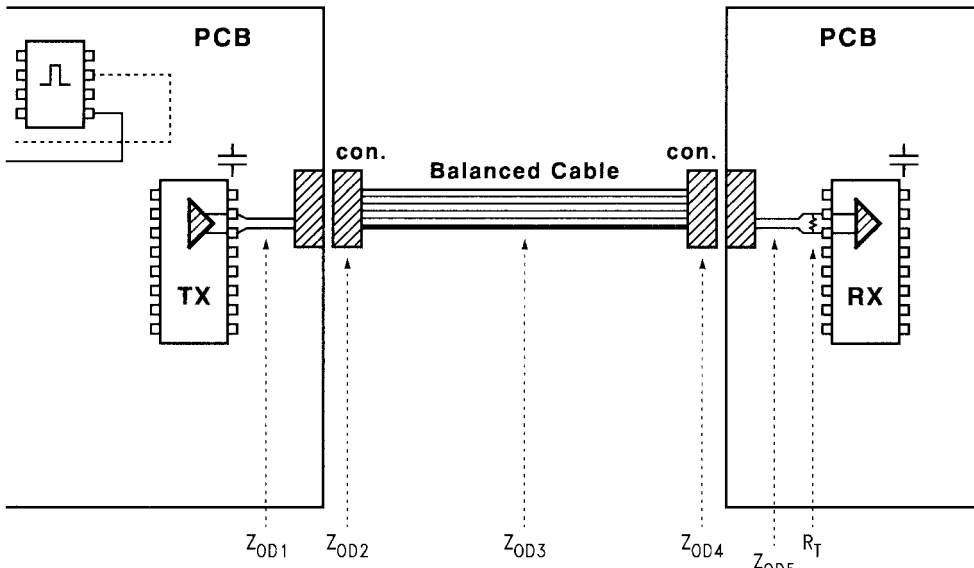

FIGURE 2. TX and RX Location
トランスミッタ (TX) は、可能な限りインタフェース・コネクタの近くに配置して下さい (Figure 2 を参照)。これにより、プリント基板上の LVDS 配線長を短くでき、結果としてスキューも小さくできます (差動信号配線については、「トランスミッタ (TX) - コネクタ間インタフェース」の項を参照して下さい)。スキューは一般的に配線長に比例するため、接続距離が短いと発生するスキュー量も小さくなります。
相互接続では、通常、外層を使用するマイクロストリップ線路を使用します。マイクロストリップ線路によって、容易に高いインピーダンスを得ることができます。また、スルーホールを使用しないで配線することができ、信号にとっては良い条件となります。しかし、シールドの面では、グラウンド/電源層間に挟まれたストリップ線路の方が優れています。ケーブルの差動モードの特性インピーダンスに合うのであれば、マイクロストリップ線路、ストリップ線路のどちらを使用しても構いません。Figure 2 では、トランスミッタ(TX)の基板インピーダンスを  $Z_{OD1}$  として表し、ケーブル相互接続のインピーダンスを  $Z_{OD3}$  として表しています。反射を最小にするために、すべてのインピーダンスを設計値(通常100Ω)の10%以内に収めることを推奨します。わずか10%のインピーダンスの差でも、5%の反射を生む点に注意する必要があります。反射の振幅を低減することは、システム全体のEMI低減につながります。
**Note:** トランスミッタ(TX)出力とレシーバ(RX)入力間の相互接続全体は、高速伝送線路となります。出力ドライバのエッジ・レートは300ps~700psの範囲です。トランスミッタ(TX)とコネクタ間のプリント基板配線、コネクタ、ケーブル媒体、コネクタからレシーバ(RX)までのプリント基板配線のすべてがシステムの構成要素です。それらの特性インピーダンスは、信号品質の維持と放射を抑制する目的から、10%以内で整合させる必要があります。アプリケーション(コネクタ・サイズ)に依存しますが、4から6箇所のインピーダンスを考慮しなければなりません。Figure 2では、ZOD1、ZOD2、ZOD3、ZOD4、ZOD5、RTが該当します。また、基板や層の変化を最小にすることが、相互接続全体をできるだけ良好にすることにつながります。
レシーバ(RX)は、Figure 2に示すように、可能な限りインタフェース・コネクタの近くに配置して下さい。これにより、プリント基板上のLVDS配線長を短くできます(差動配線については、「トランスミッタ(TX)・コネクタ間インタフェース」の項を参照して下さい)。レシーバとタイミング・コントローラの配置関係には、とくに制限はありません。タイミング・コントローラとレシーバ間では、スキューと、それによって発生するタイミング・コントローラ入力でのセットアップまたはホールド・タイミングを確保するために、パラレルRGB信号は等長配線設計して下さい。
「プリント基板上でのトランスミッタ (TX) の位置」の項で述べたように、コネクタと、終端抵抗およびレシーバ (RX) 入力間の LVDS 信号の配線は最短として下さい。また、TTL/CMOS レベルのシングルエンド・タイプの配線は、LVDS 信号と相互接続へのクロストークを最小限に抑えるため、異なる層に配線するが LVDS 信号から離して下さい。LVDS 信号とその他の信号を分離するために、両者の間にグラウンドのガード・パターンを走らせてもよいでしょう。LVDS データの歪みは、レシーバ端での同相モード除去により問題とはなりません。距離を取って分離する理由は、同相モード・ノイズ (EMI) を抑えるためです。差動配線を採用すると、差動データ転送におけるノイズ除去能力を向上できます。したがって、レシーバ (RX) の LVDS 入力 (およびトランスミッタ (TX) の出力) を差動配線にすることを推奨します。差動配線は、標準的なプリント基板配線とわずかに異なるだけです。すなわち、差動ペアを構成する 2 つの信号の配線の距離が最小になるように考慮します。この距離は、信号ペアの差動モードの特性インピーダンスと、システムの差動ノイズ・マージンおよび不要放射に関係するため、正確に保つことが必要です。通常の配線は、インピーダンスを 50Ω として設計されます。2 本の信号の距離をあけて配線すると、差動モードの特性インピーダンスはシングルエンドの場合の 2 倍となりますが、差動信号としては効果がなくノイズ除去性能が得られません。差動ノイズ除去性能を最大とするには、差動ペア間の配線間隔を最小にしなければなりません (差動ノイズ・マージンとは、最小信号振幅からレシーバ・スレッショルドの最大値を引いた値です (250mV - 100mV = 150mV))。信号ペアを最小間隔で配線すると、外部からのノイズは、同相モード・ノイズとしてレシーバで除去可能になります。配線インピーダンスを調整するには、まずパラメータ "S" を最小配線間隔として、配線幅で所望のインピーダンスに合わせます (計算方法については、弊社のアプリケーション・ノート AN-905 を参照して下さい)。隣り合った LVDS 差動ペア同士の距離は、"2S" 以上として下さい。LVDS 信号と振幅の大きな TTL または CMOS 信号は、"3S" 以上の距離を保つか異なる信号層に配線して下さい。また、LVDS 信号の配線長は、トランスミッタ (TX) とレシーバ (RX) 間で発生するスキューを最小限に抑えるため、等長として下さい (Figure 2 を参照)。